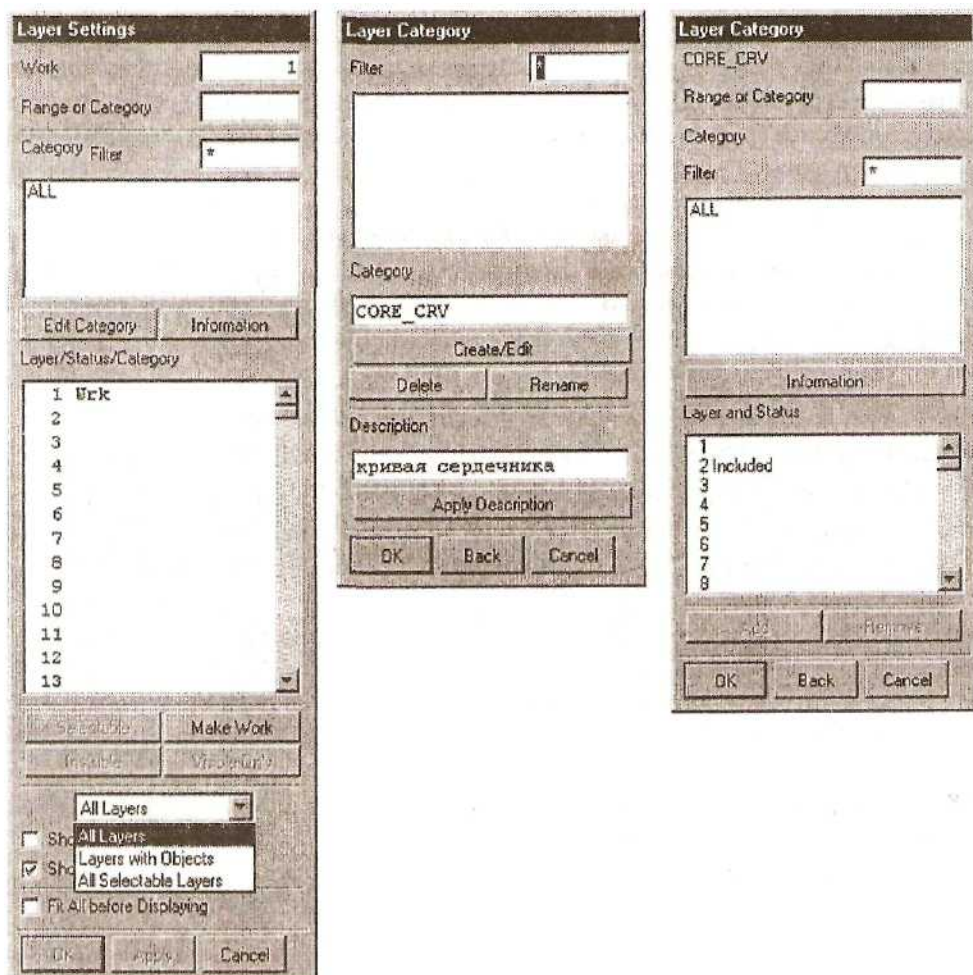

Рис. 2.14. Меню определения категорий слоев
**Layer Category** (иконка ). Устанавливаем курсор в окне Category и набираем имя категории: **CORE\_CRV**; в окне Description, перейдя на кириллицу, набираем: кривая сердечника. Выбираем опцию Creat/Edit. В новом меню в окне Layer and Status выбираем слой 2 и ниже выбираем функцию Add. Статус слоя 2 для категории CORE CRV становится Included (включен). OK (см. рис. 2.14).